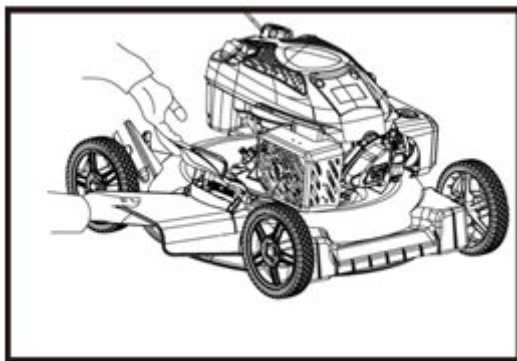

Рис.4
1.Поднимите крышку бокового выброса одной рукой и закрепите желоб бокового выброса другой рукой. (**рис.4**)